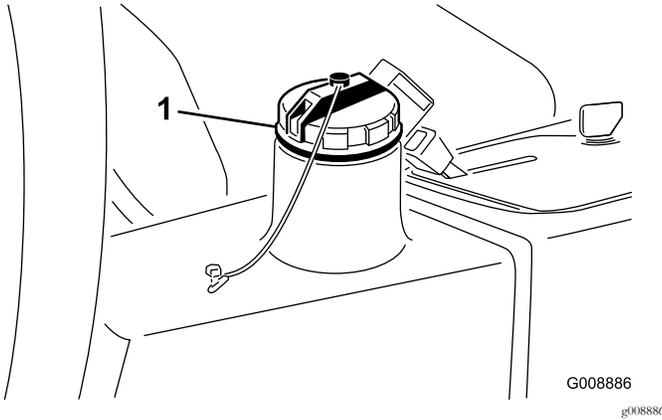

Figura 76
4. Llene el depósito (Figura 76) con aproximadamente 13,2 litros de aceite hidráulico; consulte Comprobación del sistema hidráulico (página 31).